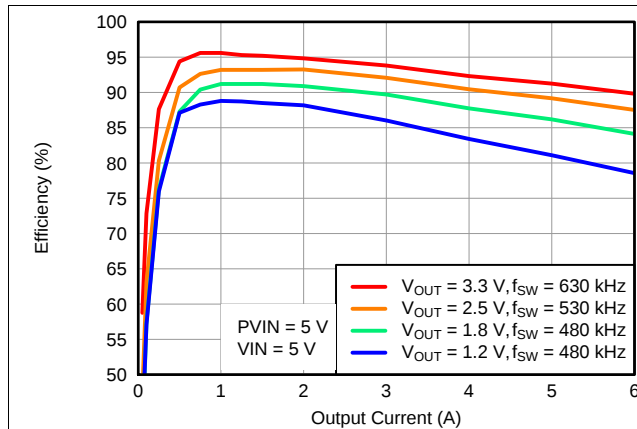
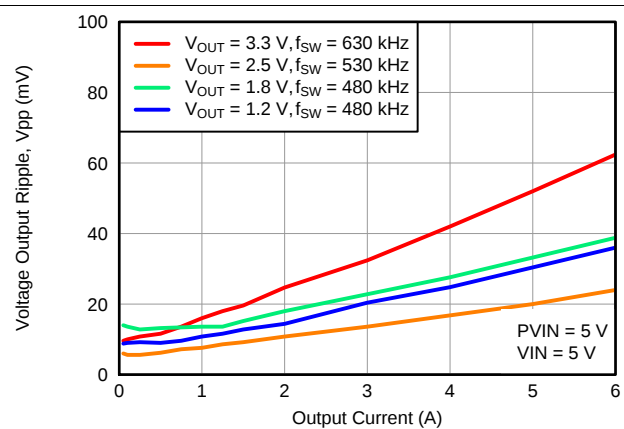
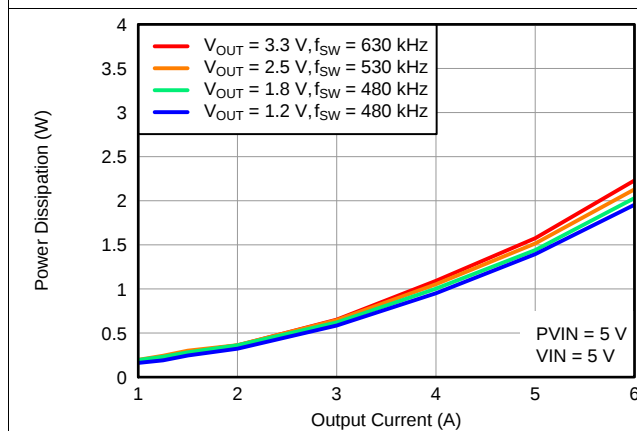

图 6. 效率与输出电流间的关系
图 7. 电压纹波与输出电流间的关系
图 8. 功率耗散与输出电流间的关系
- (1) 电气特性数据已经从实际产品（在 25°C 时进行测试）中测得。该数据被视为转换器的典型数据。适用于图 6，图 7 和图 8。